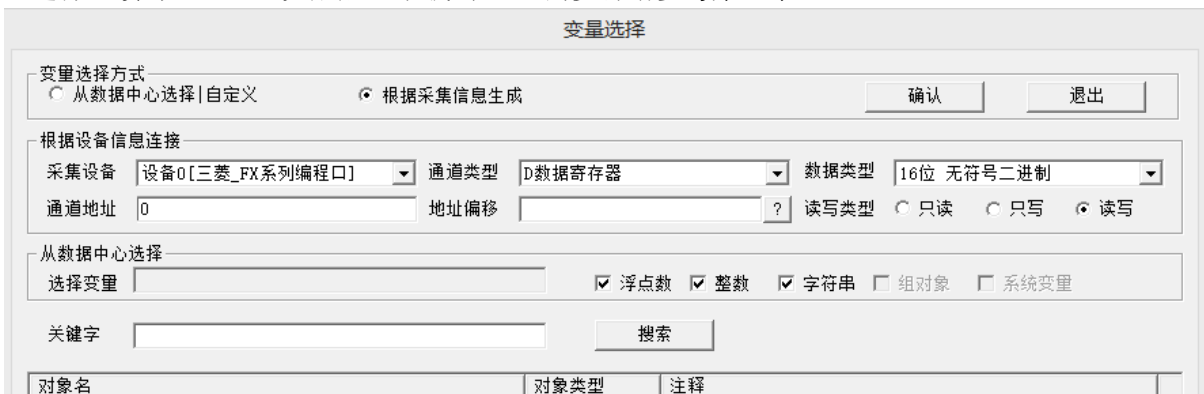

图 4.2.10
②指示灯：双击 Y0 旁边的指示灯构件，弹出“单元属性设置”对话框，在“数据对象”页，点击选择数据对象“设备 0_读写 Y0000”，同样的方法，将 Y1 按钮和 Y2 按钮旁边的指示灯，分别连接变量“设备 0_读写 Y0001”和“设备 0_读写 Y0002”。
③输入框：双击 D0 标签旁边的输入框构件，弹出“输入框构件属性设置”对话框，在“操作属性”页，点击进入“变量选择”对话框，选择“根据采集信息生成”，通道类型选择“D 数据寄存器”；通道地址为“0”；数据类型选择“16 位无符号二进制”；读写类型选择“读写”。如图 4.2.10，设置完成后点击确认。